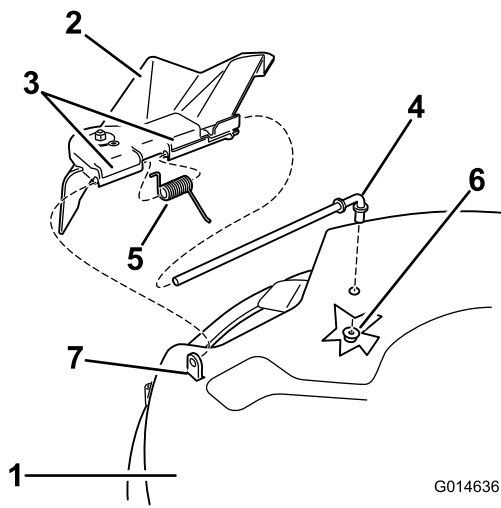

Bild 59
1. Machen Sie die in Bild 59 gezeigten Teile ausfindig.
2. Nehmen Sie die Mutter (3/8 Zoll) aus der Stange unter dem Mähwerk ab (Bild 59).
3. Schieben Sie die Stange aus dem kurzen Vorsprung, der Feder und dem Ablenkblech (Bild 59). Entfernen Sie defekte oder abgenutzte Ablenkbleche.
4. Montieren Sie das Ablenkblech (Bild 59).
6. Setzen Sie die Feder mit den Enddrähten nach unten auf die Stange, zwischen die Ablenkblechhalterungen. Schieben Sie die Stange durch die zweite Halterung am Grasablenkblech (Bild 59).
7. Schieben Sie die Stange vorne am Ablenkblech in den kurzen Vorsprung am Mähwerk. Befestigen Sie das hintere Stangenende mit einer Mutter (3/8 Zoll) am Mähwerk (Bild 59).